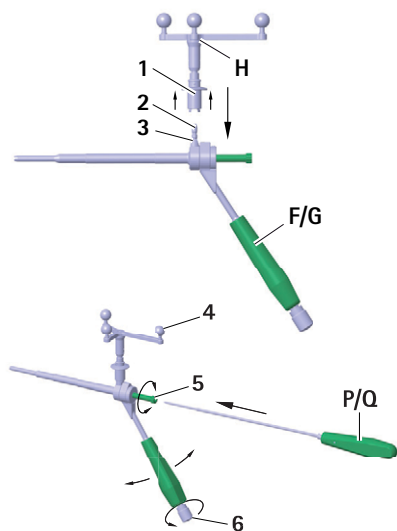

Fig. 2 Montagem da unidade em estrela Aesculap no calibre de perfuração S⁴C FW664R/FW665R
- ▶ Para garantir uma vista ilimitada da câmara sobre as esferas de marcação refletoras, desapertar a maçaneta **6** no punho S⁴C do calibre de perfuração S⁴C **F/G** e rodar a unidade em estrela Aesculap **H** para a posição desejada, ver Fig. 2.
- ▶ Para garantir uma vista ilimitada da câmara sobre as esferas de marcação refletoras, desapertar a maçaneta 6 no punho do calibre de perfuração S⁴C F/G e rodar a unidade em estrela Aesculap H para a posição desejada, ver Fig. 2.